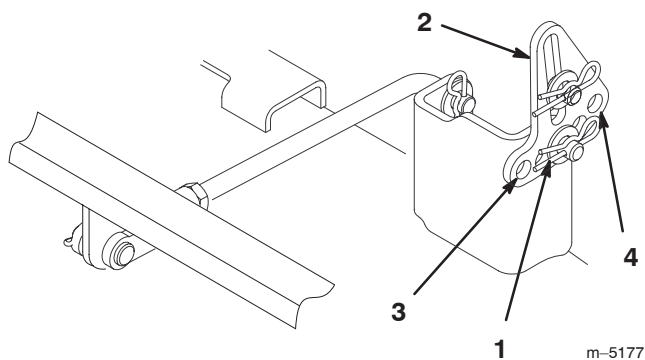

**Figure 39**
6. Tournez prudemment les lames pour qu'elles soient parallèles dans le sens transversal (Fig. 39). Mesurez la distance entre les tranchants extérieurs et le sol plat (Fig. 39). Si les deux mesures diffèrent de plus de 4,75 mm (3/16 pouce), l'horizontalité transversale doit être réglée (voir les points 7 et 8).